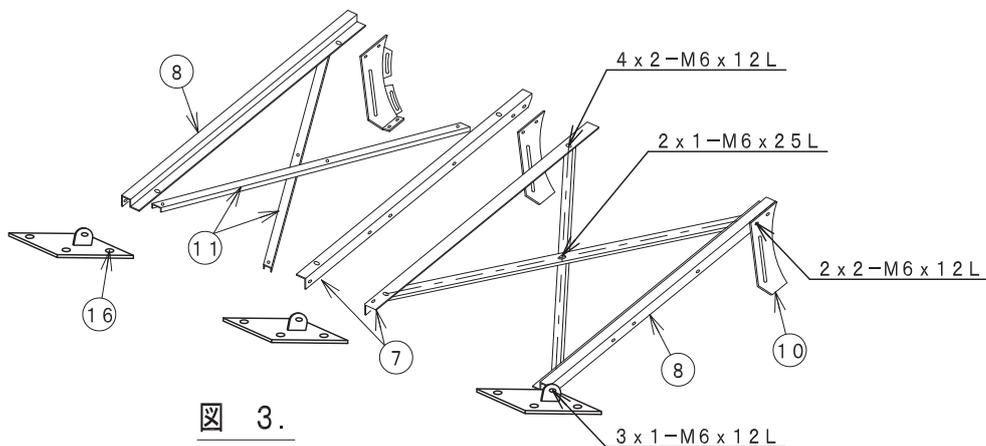

図 3.
- 図3 バックサイド支柱⑧とセンター支柱⑦にトラス⑪タンクホルダー⑩ベースプレート⑬を取付ます。各支柱とトラスが組付けたらボルトを完全に締めきってください。